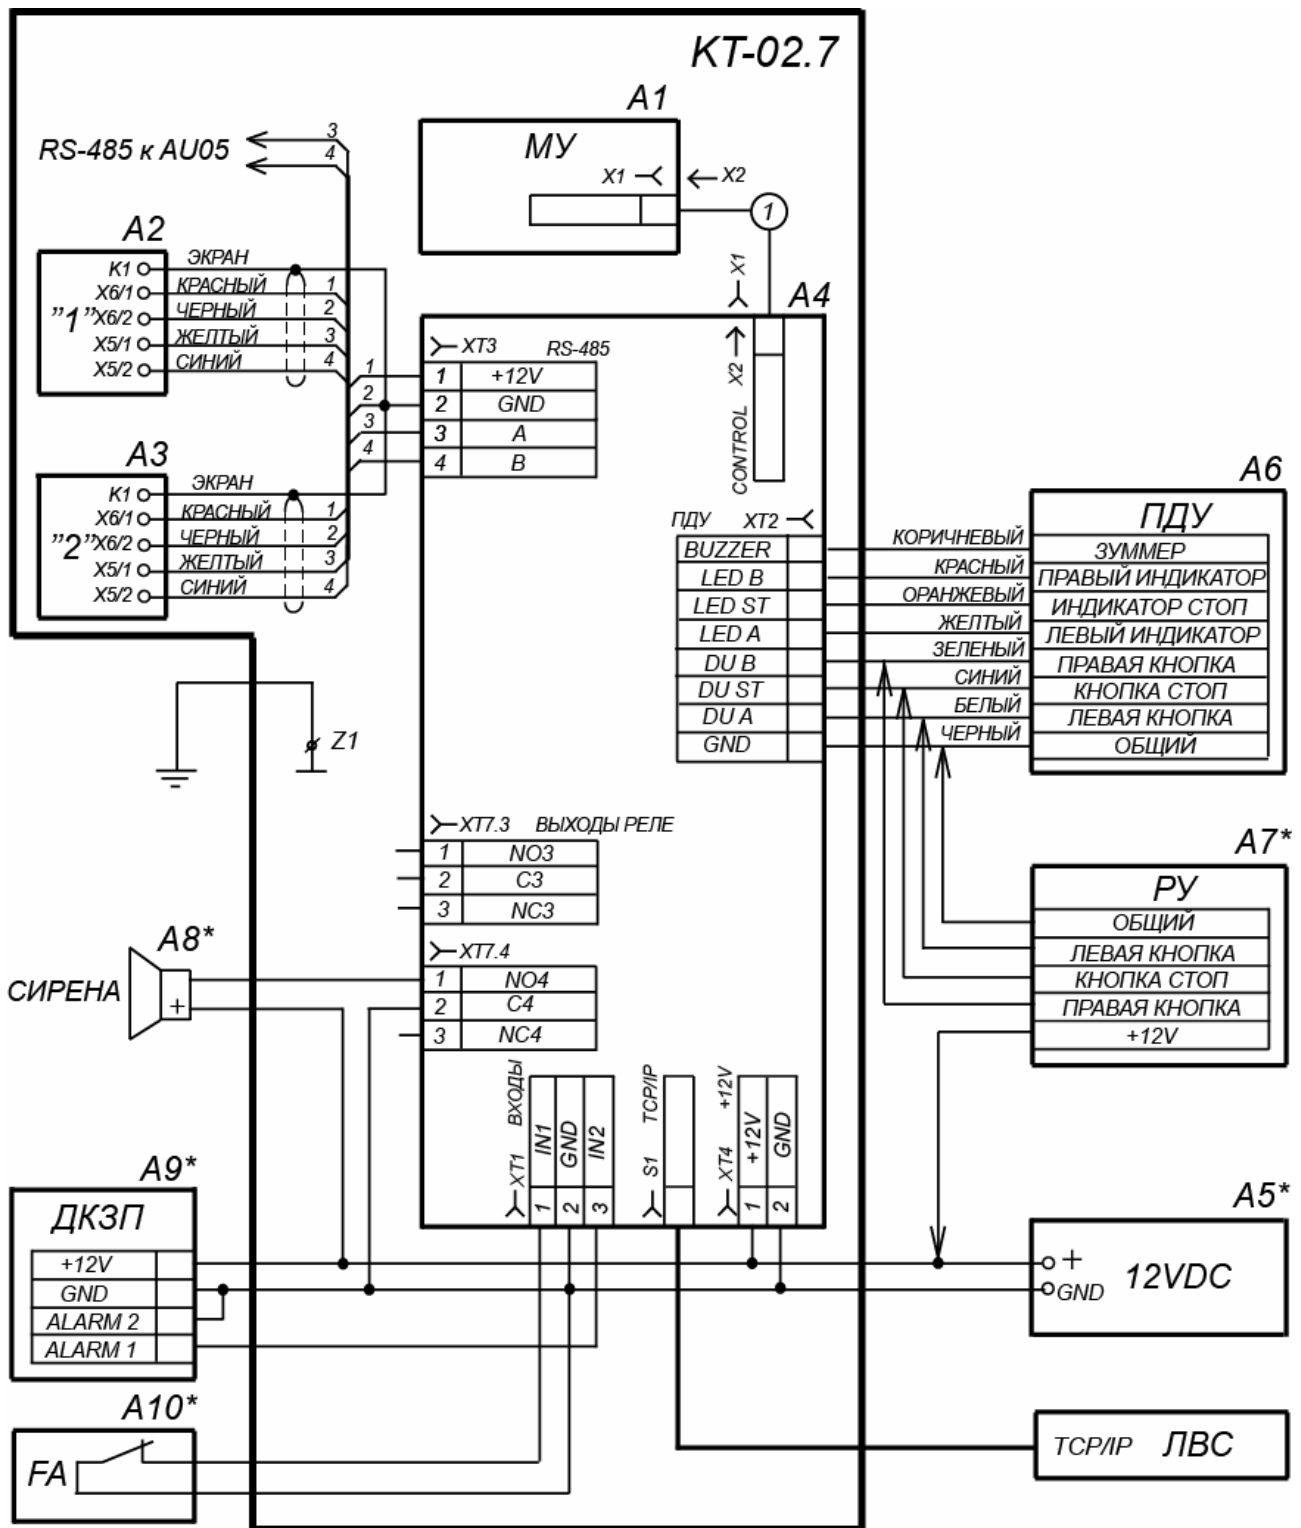

Рисунок 12. Схема подключения ЭП и дополнительного оборудования¹
Расположение клеммных колодок на плате контроллера ЭП показано на рис. 5, назначение контактов клеммных колодок указано в табл. 1. Схема подключения приведена на рис. 12. Используемые при подключении типы кабелей указаны в табл. 4. При монтаже ЭП придерживайтесь следующей последовательности действий:
8. Снимите крышку турникета (3), открыв ключом замок (4) (см. раздел 5.4).
9. Подключите кабель питания (12) к клеммной колодке ХТ4 на плате контроллера. Подключите кабель (10) ПДУ (9) к клеммной колодке ХТ2. Подключите, при необходимости, кабели от других устройств к соответствующим клеммным колодкам платы контроллера (см. рис. 5 и рис. 12).
позиционные обозначения A1-A4 – указаны на рис.12.